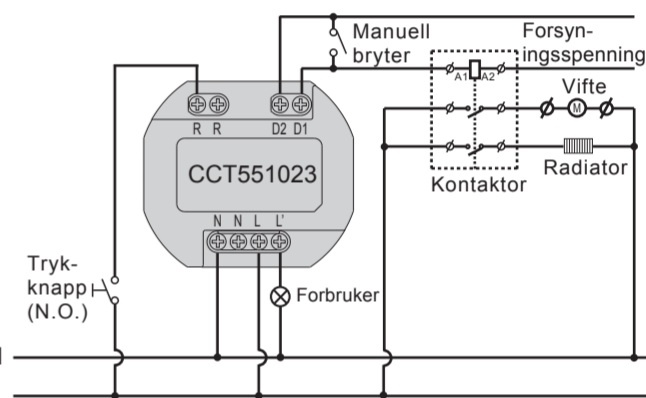
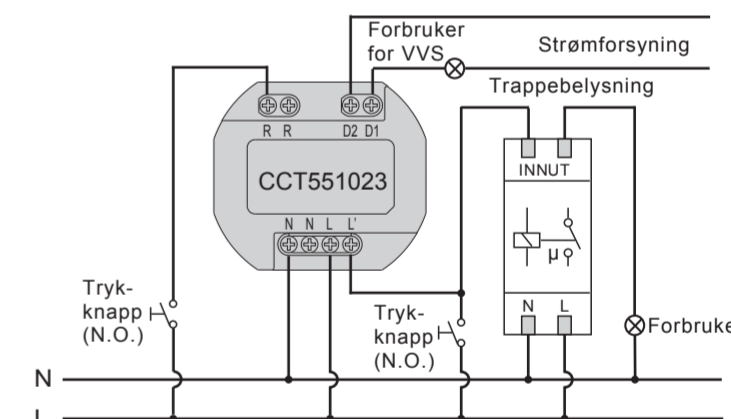
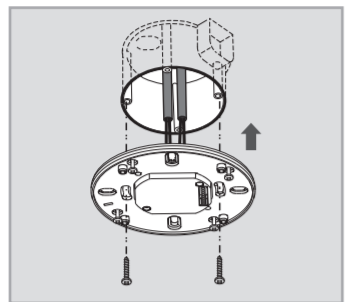
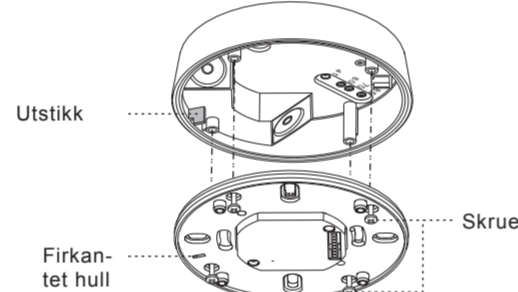

FIG.5
FIG.6
FIG.9
FIG.17
#### 4.3.1 CCT551023 for standardapplikasjon (Se. FIG.5)
#### 4.3.2 CCT551023 styrer trappebelysningstimeren (Tid1 skal være innstill på $\int_{ts}$ ) (Se. FIG.6)
- 4.4.1.3 Fest strømboksen til europeisk standard koblingsboks med 2 stk skruer (se FIG.9).
- 4.4.2.3 Vennligst referer til illustrasjon FIG.5 - FIG.6 for riktig kabling og skru deretter strømboksen stramt til.
- 4.4.3.5 Se koblingsskjemaer for korrekt kabeltilkobling (Se FIG.5 - FIG.6). Det er et firkantet hull i festeplaten når du legger festeplaten inn i koblingsboksen. Vennligst tilpass fillister til koblingsboksens utstikk (se FIG.17), og deretter fiks detektorhodet på strømboksen ved å følge FIG.9 og monter dem med de vedlagte 4stk skruene.
| LED slår seg ikke på                | 1. Ingen strømforsyning.2. Feil kabling.                                    | 1. Skru på strømmen.2. Koble til forbruker ved å følge koblingsskjemaene (se FIG.5 - FIG.6).  |
| Belysningseenheten slår seg ikke på | 1. Feil kabling.2. Defekt forbruker.  | 1. Koble til forbruker ved å følge koblingsskjemaene (se FIG.5 - FIG.6).2. Bytt ut defekt forbruker med en ny.  |
| Belysningseenheten slår seg ikke av | 1. Detektoren trigges unødvendig.2. Feil kabling.                           | 1. Hold deg unna detektorens rekkevidde mens du gjør testen for å unngå aktivisering av detektor.2. Koble til forbruker ved å følge koblingsskjemaene (se FIG.5 - FIG.6). |